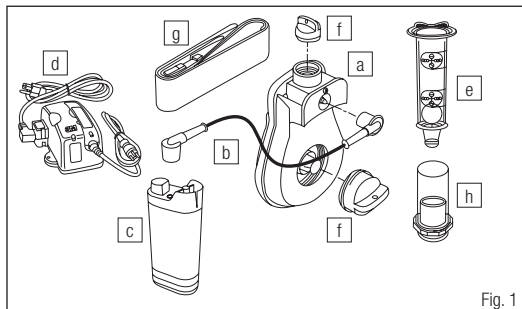

Fig. 1
5. Conecte el cable de corriente a la batería y unidad PAPR como se muestra en las Figs. 1 y 2.
6. Conecte el cable de corriente entre la batería y el ventilador con motor (Fig. 1 y 2).